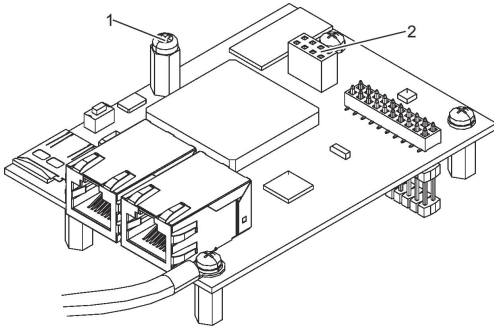
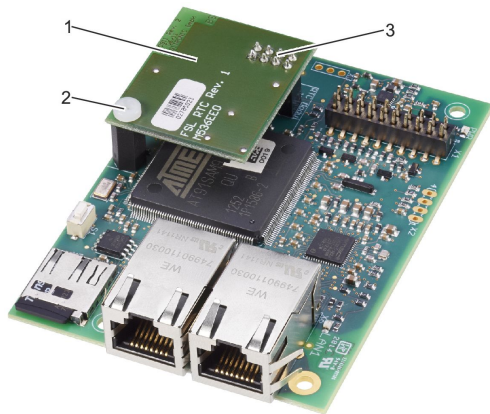

Abb. 11: Befestigungsschraube
Abb. 12: RTC-Modul montieren
8. ▶ Befestigungsschraube (Abb. 11/1) entfernen.
9. ▶ RTC-Modul (Abb. 12/1) mit den Verbindungsstiften (Abb. 12/3) in den 8-poligen Steckplatz (Abb. 11/2) des Erweiterungsmoduls EM-IP einschieben.
10. ▶ RTC-Modul mit Befestigungsschraube (Abb. 12/2) am Erweiterungsmodul EM-IP befestigen.